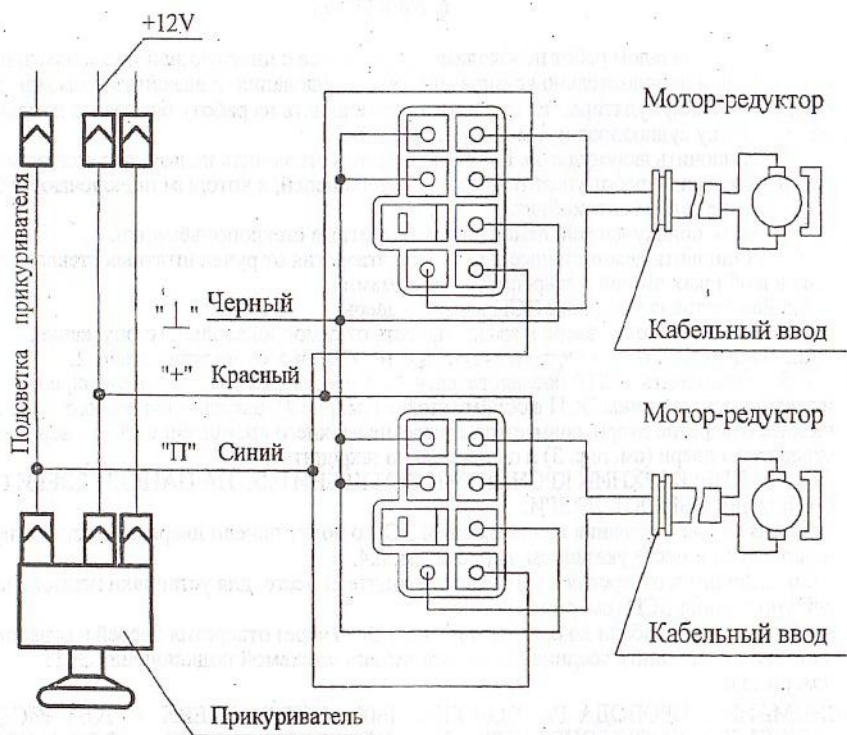

Рис.1
6.7 Протянуть кабели до соответствующих ЭСП через отверстия дверей и отверстия в стойках. Выполнить соединения в соответствии со схемой подключения ЭСП (см. рис.1).